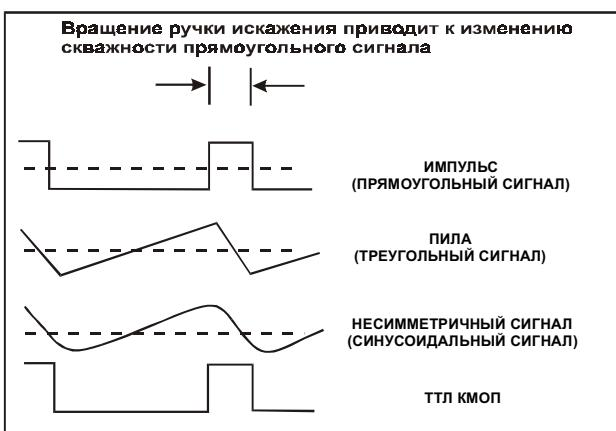

Рис. 3
- (8) Кнопки выбора формы сигнала. Нажатие одной из трех кнопок, позволяет выбрать нужную форму выходного сигнала.
- (9) DUTY ADJ - изменение скважности. Вытягивание ручки на себя позволяет перейти в режим регулирования скважности для сигнала прямоугольной формы, а ее вращение по часовой стрелке позволяет плавно регулировать скважность прямоугольных импульсов от 1.25 до 5. Использование регулятора DUTY ADJ при треугольной форме приводит к формированию пилообразного сигнала, а в случае синусоидального сигнала – к его искажению (см. рис.3). Если ручка вжата, то скважность равна 2.
3. При установлении регулятора DUTY в левое положение отношение положительного состояния к отрицательному не должно быть ниже 80:20. Прямоугольный сигнал может трансформироваться в импульсный, треугольный – в пилообразный, синусоидальный – в несимметричный синусоидальный. На рис.3 показано, как настраивать регулятор DUTY для получения нужной формы сигнала.